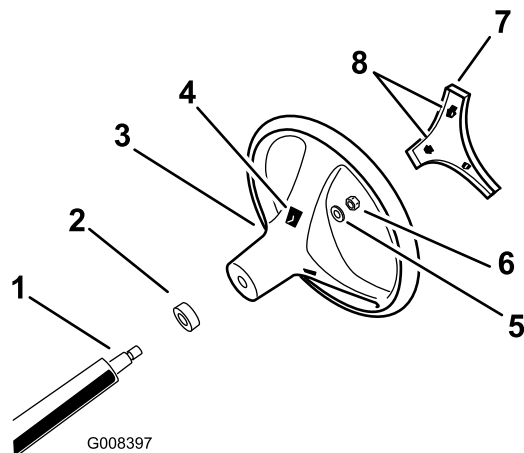

図 3
4. 図3に示すようにロックナットでハンドルを固定し、 $2429\text{N}\cdot\text{m}$ $2.53.0\text{kg/m} = 1822\text{ft}\cdot\text{lb}$ にトルク締めする。
5. ハンドルのセンターカバーをハンドルのスロットに合わせて押し込み、センターカバーをハンドルハブに固定する図3。